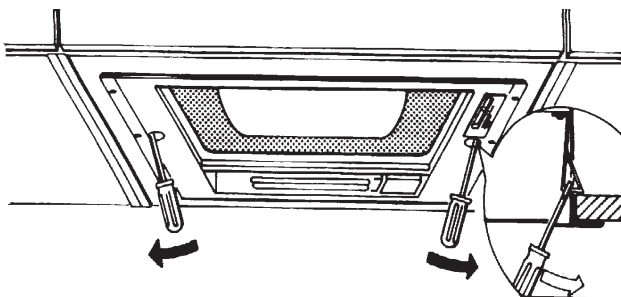

Fig. 10
- Introduzir uma chave de fenda chata no furo das molas (direita e esquerda) e pressionar cada uma das molas para dentro. **Fig. 10.**